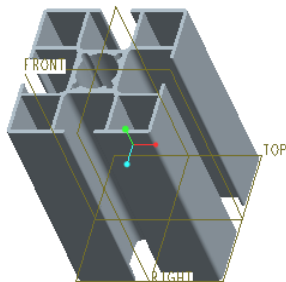

图 3-146 一种工业铝型材模型
- 6) 上机操作: 绘制图 3-146 所示的工业铝型材模型, 具体尺寸由读者自行确定。